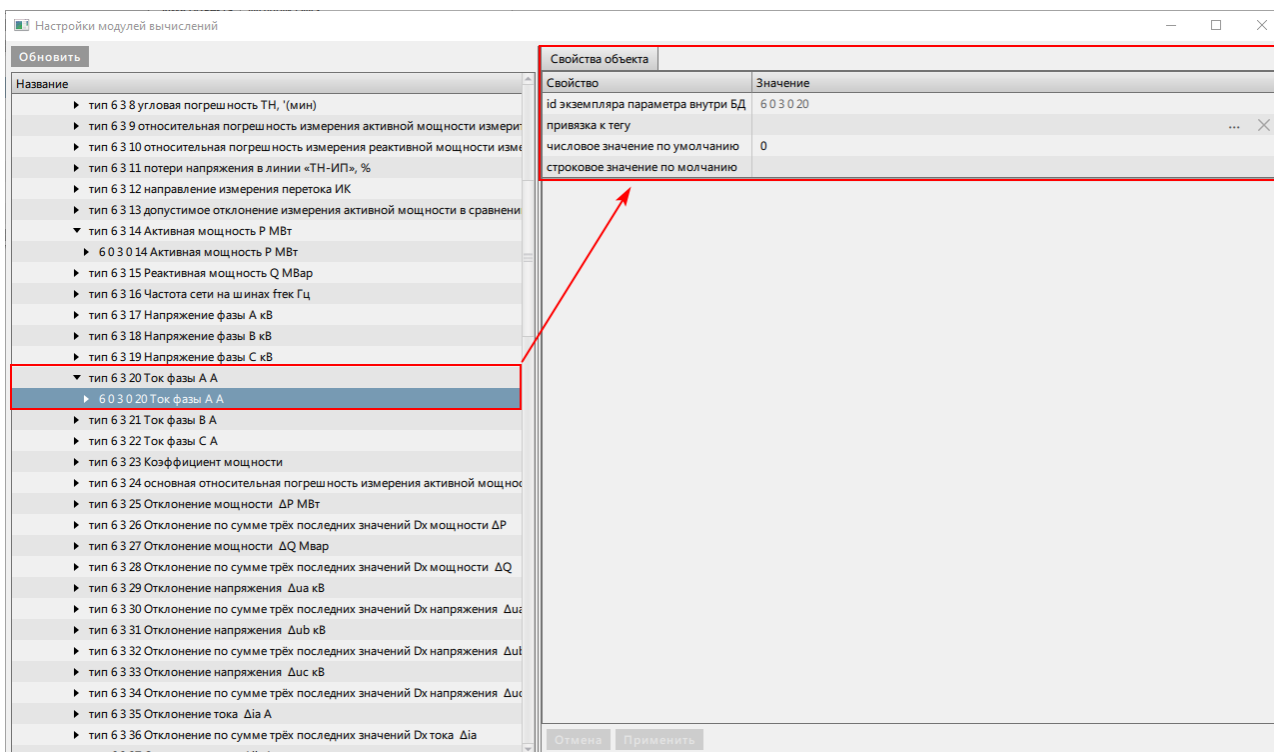

Рисунок 433 - Свойства объекта
1. Раскройте узел входного параметра. В правой части окна появится область **Свойства объекта** (Рисунок 433).